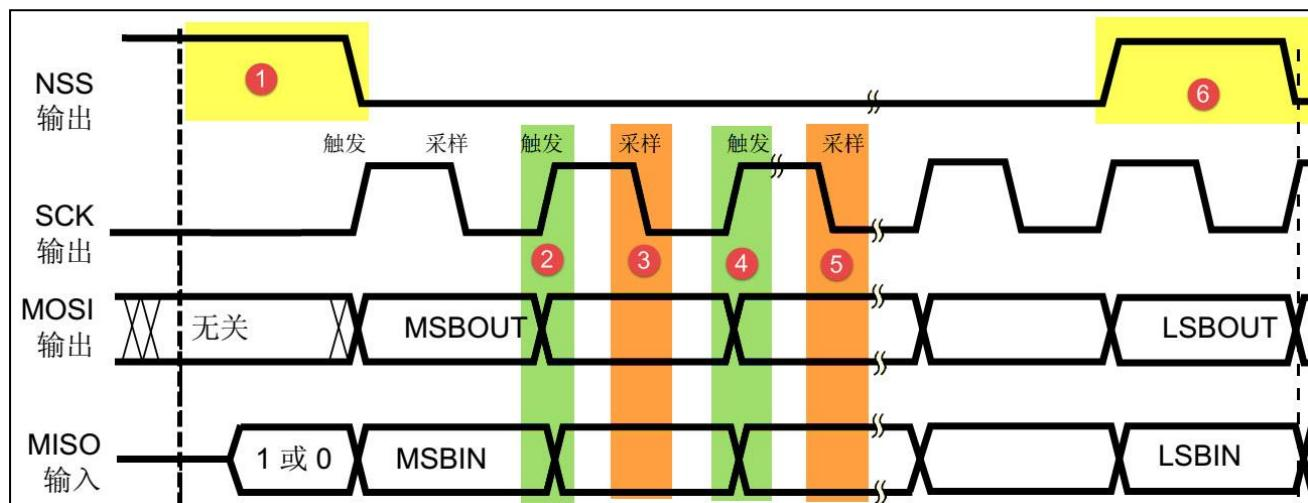

图 24-2 SPI 通讯时序
先看看 SPI 通讯的通讯时序，见图 24-2。
在图 24-2 中的标号①处，NSS 信号线由高变低，是 SPI 通讯的起始信号。NSS 是每个从机各自独占的信号线，当从机检在自己的 NSS 线检测到起始信号后，就知道自己被主机选中了，开始准备与主机通讯。在图中的标号⑥处，NSS 信号由低变高，是 SPI 通讯的停止信号，表示本次通讯结束，从机的选中状态被取消。
SPI 使用 MOSI 及 MISO 信号线来传输数据，使用 SCK 信号线进行数据同步。MOSI 及 MISO 数据线在 SCK 的每个时钟周期传输一位数据，且数据输入输出是同时进行的。数据传输时，MSB 先行或 LSB 先行并没有作硬性规定，但要保证两个 SPI 通讯设备之间使用同样的协定，一般都会采用图 24-2 中的 MSB 先行模式。
上面讲述的图 24-2 中的时序只是 SPI 中的其中一种通讯模式，SPI 一共有四种通讯模式，它们的主要区别是总线空闲时 SCK 的时钟状态以及数据采样时刻。为方便说明，在此引入“时钟极性 CPOL”和“时钟相位 CPHA”的概念。